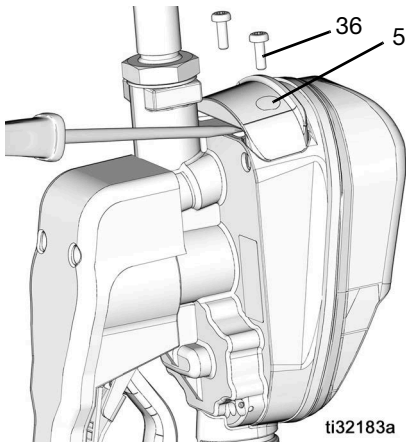

FIG. 47
1. Retire los tornillos (36) de la tapa del compartimento de las pilas (5).
2. Con un destornillador pequeño y plano, haga palanca suavemente para sacar la tapa de la válvula dispensadora con medidor, en la parte inferior de la tapa, cerca del accesorio de extensión como se muestra en FIG. 47.